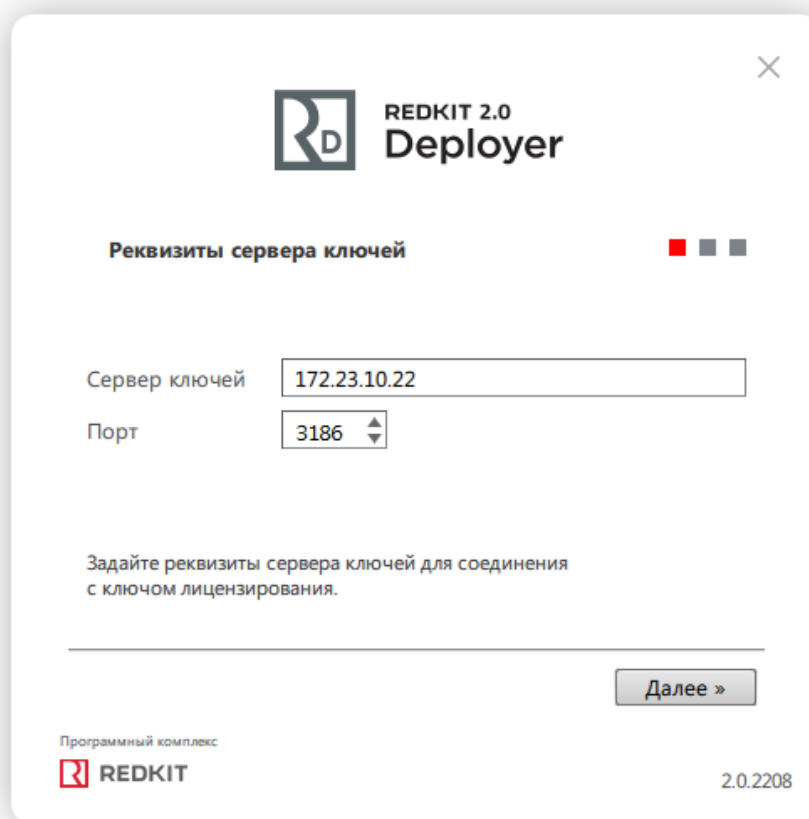

Рисунок 464 - Реквизиты сервера ключей
2. Укажите IP-адрес и порт основного сервера ключей (Рисунок 464).